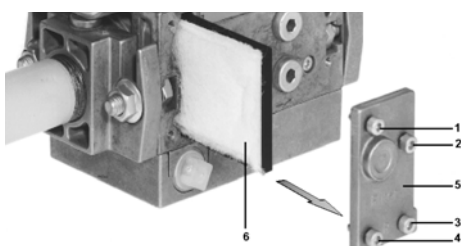

Fig. 33
- 2 Desenroscar los tornillos 1, 2, 3, 4 con la llave de macho hexagonal núm. 3, y retirar la tapa del filtro 5 (Fig. 33).